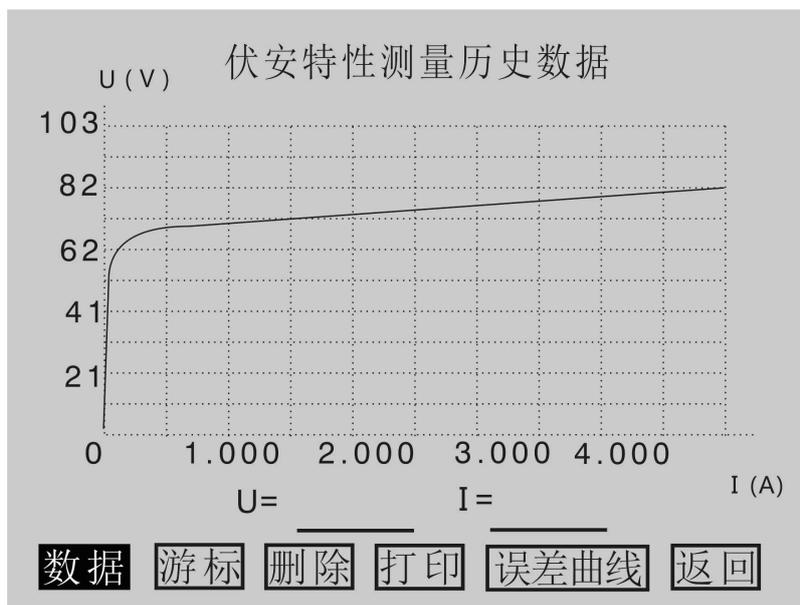

图 3.17 伏安特性测量历史数据
5. **查询**: 选定数据后, 通过旋转鼠标将光标移动至**查询**选项并按下, 将弹出伏安特性测量历史数据操作界面, 如图 3.17 所示。在伏安特性测量历史数据操作界面下, **删除**选项可删除本组历史数据; **数据**、**打印**、**误差曲线**选项的意义和操作跟伏安特性试验结果操作界面里面的对应选项相同, 用户可参考 3.1.4 CT 伏安特性试验结果操作说明; **返回**可返回到伏安特性记录查询界面。